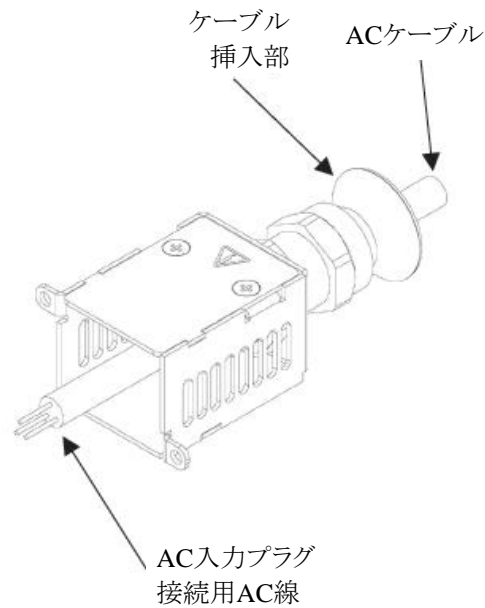

図4-6 ACケーブルの挿入方法 (GH1.5kW)
3. 図4-6に示すように、ACケーブルを通せるようにストレインリリーフのケーブル挿入部を緩めます。